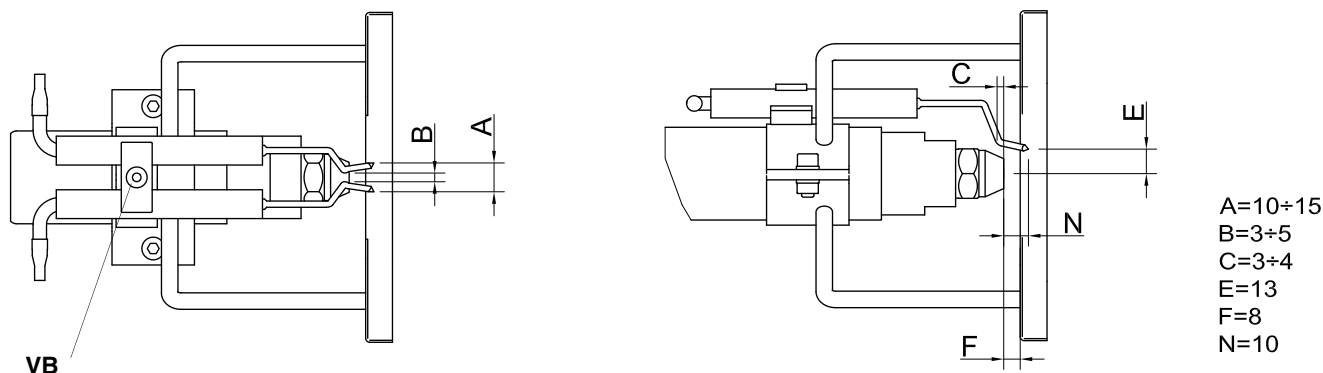

Fig. 28
- 4 per sostituire gli elettrodi, svitare le viti di fissaggio **VB** dei due elettrodi e sfilarli: inserire i nuovi elettrodi e prestare attenzione alle quote indicate in mm a Fig. 28; procedere al rimontaggio seguendo la procedura inversa.